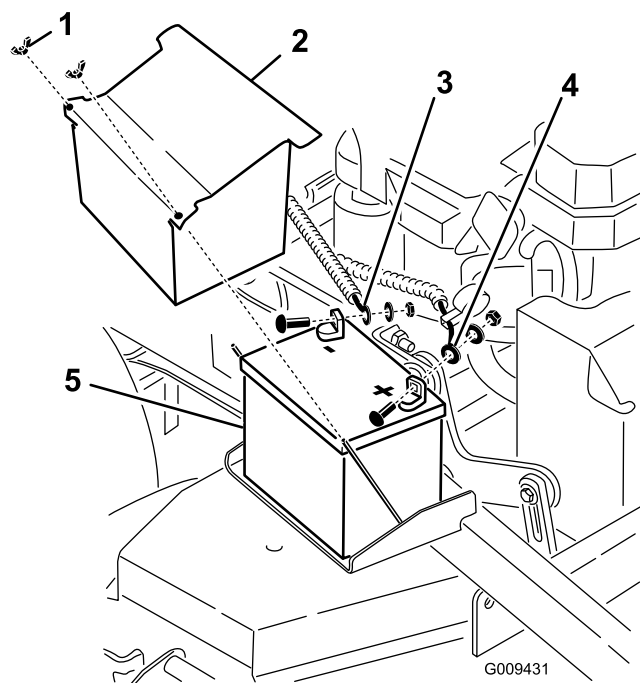

図 51
3. マイナス・ケーブルについている黒いゴムカバーを持ち上げる。バッテリーのマイナス（-）端子からマイナス・バッテリー・ケーブルを外す（図 51）。
4. プラス端子（赤）についている赤いゴムカバーを取り外す。そして、赤いプラス（+）ケーブルを取り外す（図 51）。
5. バッテリー押さえプレートを外し（図 51）、バッテリーを取り出す。
1. バッテリーを車体に載せる（図 51）。
3. まず、バッテリーのプラス（赤）ケーブルをプラス（+）端子に、ナットとワッシャとボルトを使って取り付ける（図 51）。ゴムカバーをかぶせる。
4. 次に、バッテリーのマイナス・ケーブルとアース・ワイヤを、マイナス（-）端子に、ナットとワッシャとボルトを使って取り付ける（図 51）。ゴムカバーをかぶせる。